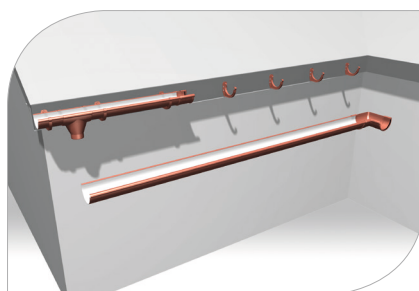

рис. 17
- 3.8 На углах крыши установите углы с уплотнителями (рис. 17)